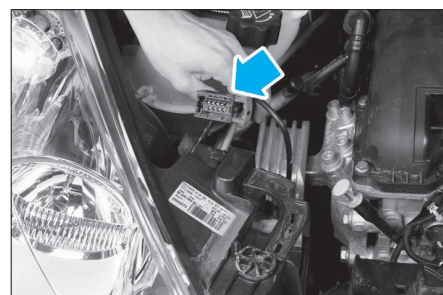

Fig. 5
- Déconnecter les prises d'alimentation (Fig.5).